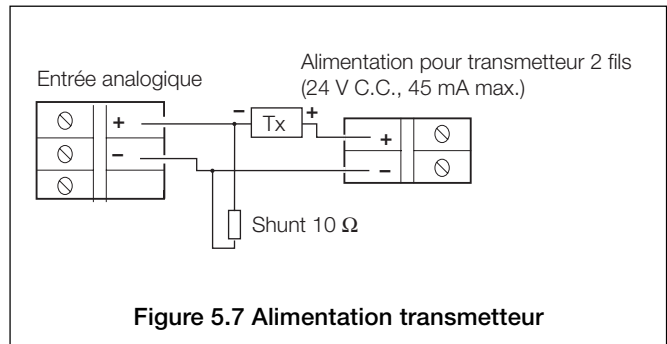

Figure 5.7 Alimentation transmetteur
5.4.4 Alimentation du transmetteur – Figure 5.7